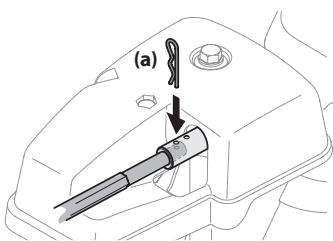

Figura 4-8
2. Retire la varilla de control del canal hasta que el orificio de la misma quede alineado con el segundo orificio del conjunto de rotación del canal. Consulte la Figura 4-8.